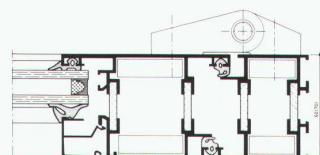

Fig. 1
a) Ein neues Türprogramm (Fig. 1) für ein- und zweiflügige Türen mit allen Öffnungsarten (ein- wärts, auswärts, wechselseitig). Aus- führung mit oder ohne Schwelle und kombinierbar mit dem übrigen Alisol-2-Programm: Anschlagtüren, Halbpendeltüren, Pendeltüren, Falt- schiebetüren.